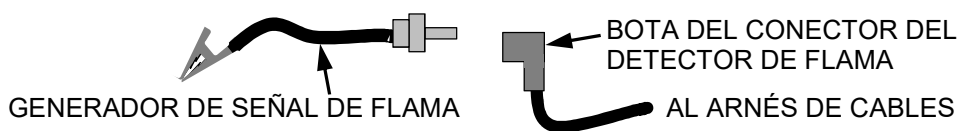

Figura 5-6: Realización de la conexión del generador de señal de flama
- b) Presione el botón **BACK** (regreso) tres (3) veces para regresar al menú del nivel superior.
- c) Cuando el Controlador C-More entre en la fase de encendido, el panel de control mostrará el mensaje **IGNITION TRIAL** (prueba de encendido). En ese punto, adhiera el Pinza de conexión (ver Figura 5-6) a alguna superficie en la que el metal se encuentre expuesto o a tierra. El controlador C-More deberá mostrar en ese momento **FLAME PROVEN** (flama comprobada) y comenzará a incrementar la potencia de la flama. Tenga en cuenta que en este momento no hay gas ni flama presente en la caldera.